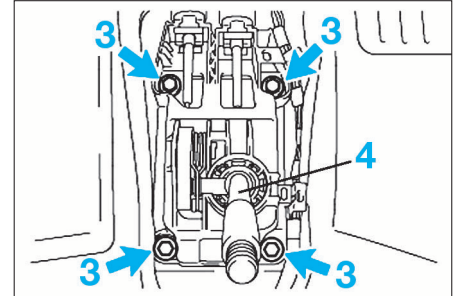

FIG. 18
- Déposer les 4 vis (3) et le levier de vitesses (4) (fig. 18).